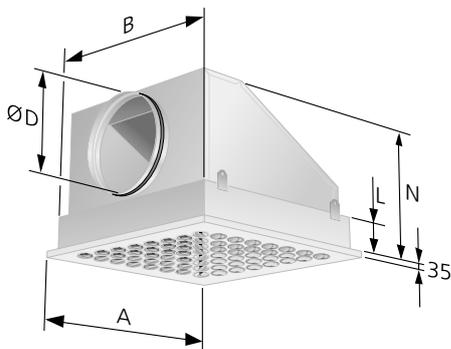

Figure 4. CDH/CLH avec raccordement circulaire.
- Le raccord de gaine circulaire est un modèle à insertion. Se reporter à la Figure 4.